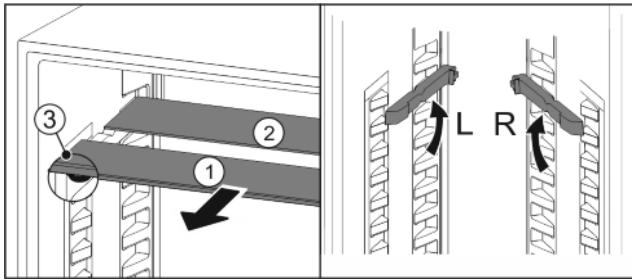

Fig. 23
- По одной извлеките Fig. 23 (1) стеклянные панели движением вперед.
- Стеклянная панель Fig. 23 (1) со стопорами лежит спереди.
- Стопоры показывают вниз Fig. 23 (3).